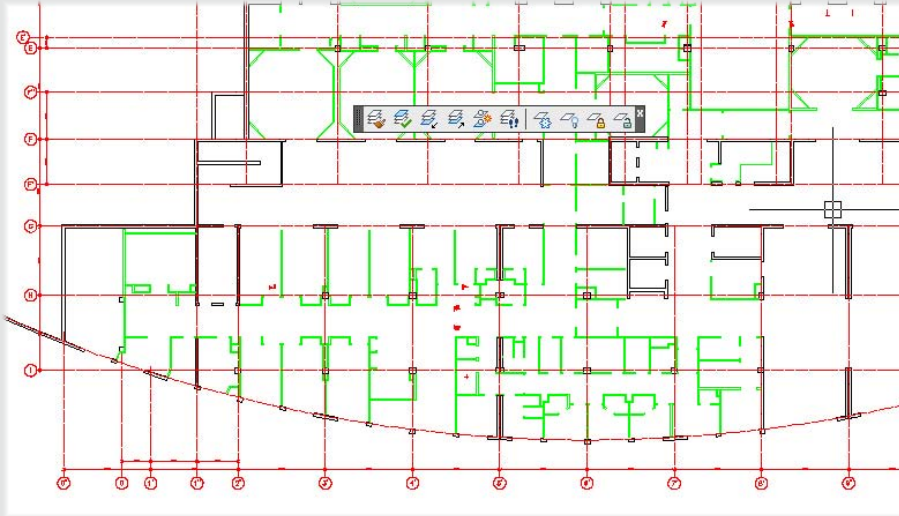

Figure 21
15. Le résultat obtenu de l'activation du calque « cloison » est qu'il y a maintenant une nouvelle combinaison de calques (voir Figure 21). Le gros œuvre, le lourd et sa trame plus, en deuxième « couche », les distributions internes. Autrement dit, on voit deux parties distinctes : la structure et l'organisation des espaces.